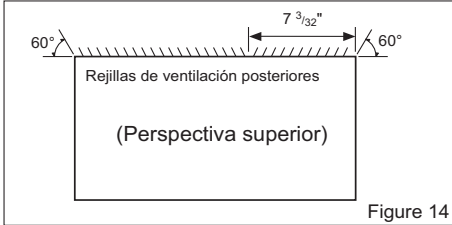

Figure 14
- 1** Redireccione las rejillas de ventilación en la parte posterior del soporte de pared a un ángulo de 60° según muestra la Figure 14. Recomendamos el uso de alicates.